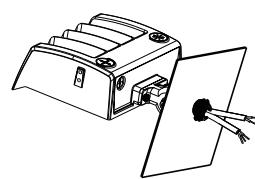

figure 3
Étape 3 : desserrez les vis ; ajustez les angles du luminaire selon votre convenance et resserrez les vis plus tard; les angles du luminaire sont ajustables. (installez le support à travers la surface de montage, sécurisez-le avec des vis, puis connectez les fils selon les exigences de câblage requises). (figure 3).